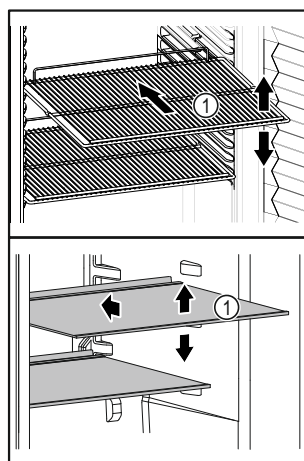

Fig. 62 Immagine a titolo di esempio
- Se i ripiani Fig. 62 (1) sono spostati, adattare i ripiani in base all'altezza.